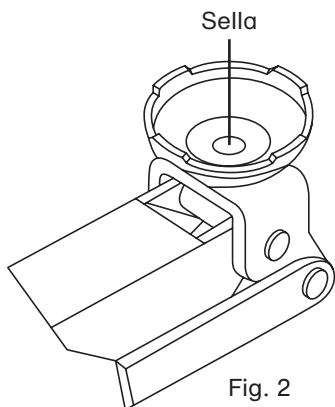

Fig. 2
3. Collocare il martinetto al di sotto del veicolo da sollevare, in corrispondenza dei punti di sollevamento predisposti per il martinetto (osservare le istruzioni del produttore del veicolo). A seconda delle esigenze, è possibile rimuovere l'adattatore di altezza dal supporto sul lato sinistro del martinetto e inserirlo nell'attacco a sella (Fig.2). In questo modo è possibile aumentare l'altezza del braccio di 90 mm.